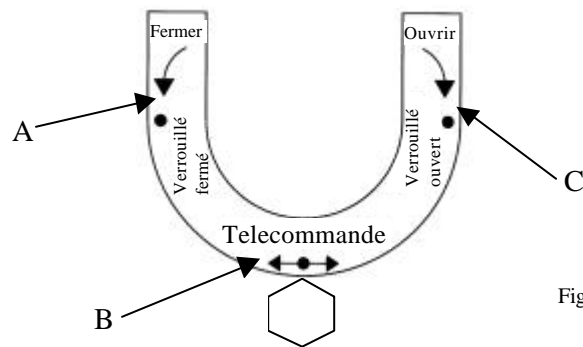

Figure 42
Le levier de commande, se trouvant à l'intérieur du tube en sa partie inférieure, détermine les trois positions a), b), c) (Figure 42) et est fixé pour chacune d'elles par un, deux ou trois cadenas.
- Vérifier que le sens de manœuvre pour ouvrir et fermer, ainsi que la position de télécommande sont indiqués sur le panneau frontal solidaire avec la commande (figure 42)